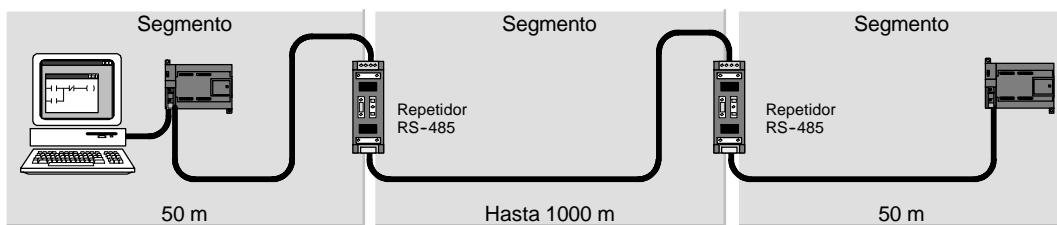

Figura 7-21 Ejemplo de una red con repetidores
- Aumentar la longitud de una red:* Agregando un repetidor a la red, es posible ampliarla en 50 metros adicionales. Si conecta repetidores sin nodos entre ellos (como muestra la figura 7-21), es posible ampliar la red hasta la longitud máxima del cable permitida para la velocidad de transferencia en cuestión. En una red pueden utilizarse como máximo 9 repetidores en serie, pero la longitud total de la red no puede exceder 9600 metros.